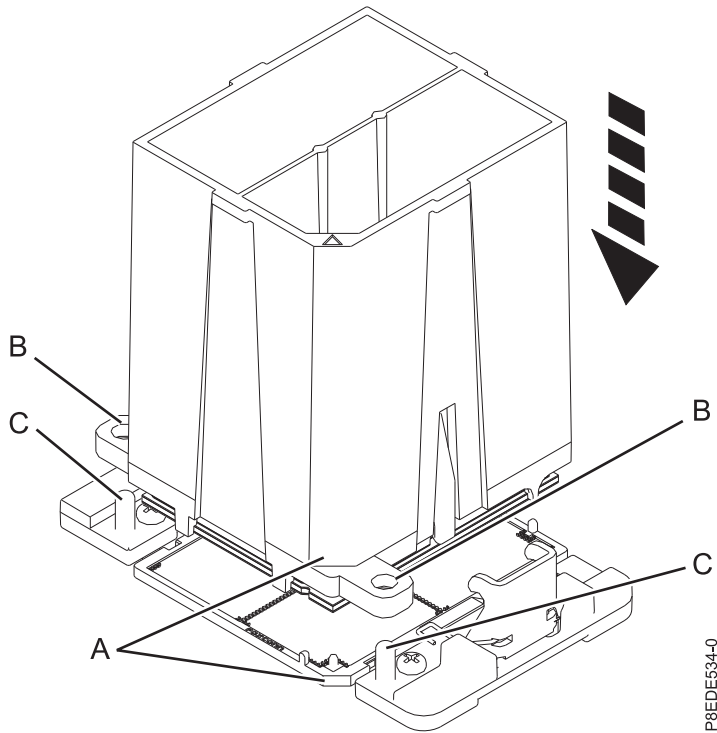

Figura 166. Instalación del módulo del procesador del sistema
- b. Baje la herramienta y el módulo del procesador del sistema en el zócalo. Alinee la esquina biselada (A) de la herramienta con la esquina biselada del zócalo. Asegúrese de que las dos patillas de guía (C) se inserten en los orificios de alineación (B) en cada lado de la herramienta. Tenga cuidado al bajar la herramienta y hágalo de forma uniforme, sin desestabilizar la herramienta. Consulte la Figura 166 en la página 149.